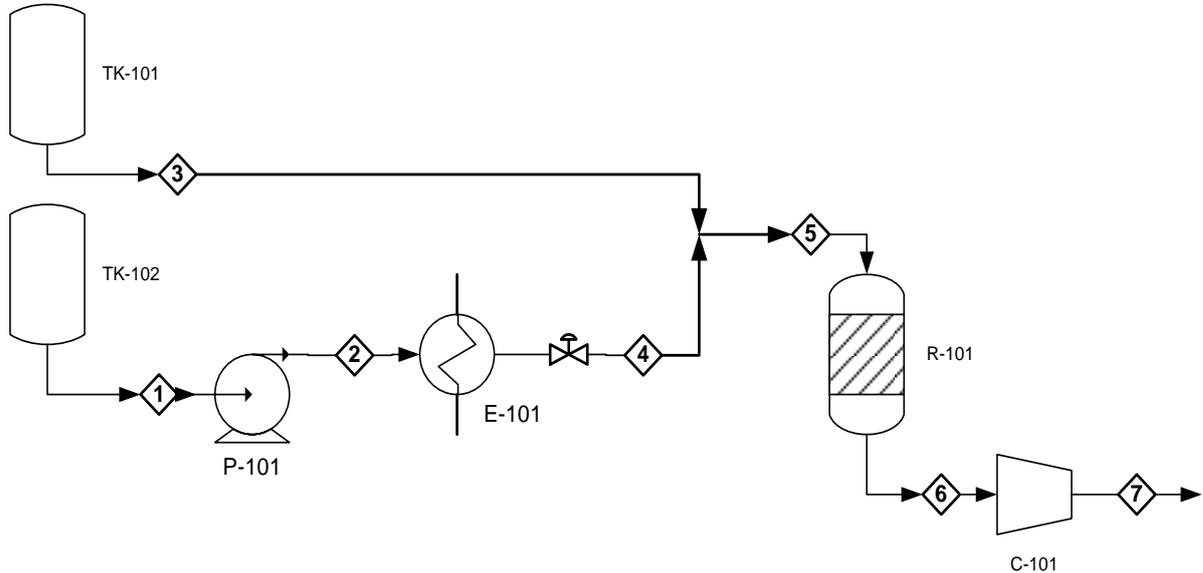

Figura 7. Sección de alimentación y reacción.
5. Teniendo en cuenta el PFD dado en la Figura 7 y considerando los siguientes datos de caída de presión: